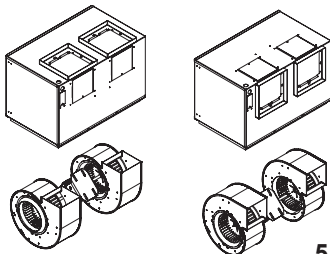

Figura 5
4. Los modelos doble ancho y ancho simple se pueden girar de salida horizontal a salida vertical. Para girar de la salida horizontal a la vertical, quite los dos tornillos que mantienen sujeto el conjunto de potencia y sáquele. Gire el conjunto de potencia en 180 grados y vuelva a ponerlo en el ventilador. Consulte la Figura 5. Utilice los mismos tornillos para volver a conectar el conjunto de potencia a la carcasa del ventilador. Voltee el ventilador y retire los cuatro tornillos que sujetan los conductos de salida y el conjunto de regulador de tiro. Intercambie el conjunto con la placa montada en la parte superior del ventilador.